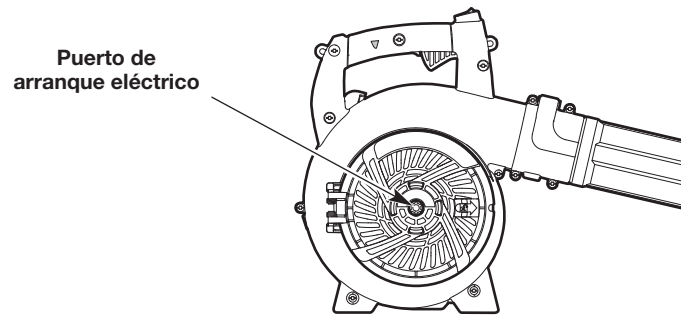

Fig. 14
5. Inserte el accesorio de arranque eléctrico dentro del orificio de arranque eléctrico (Fig. 14).